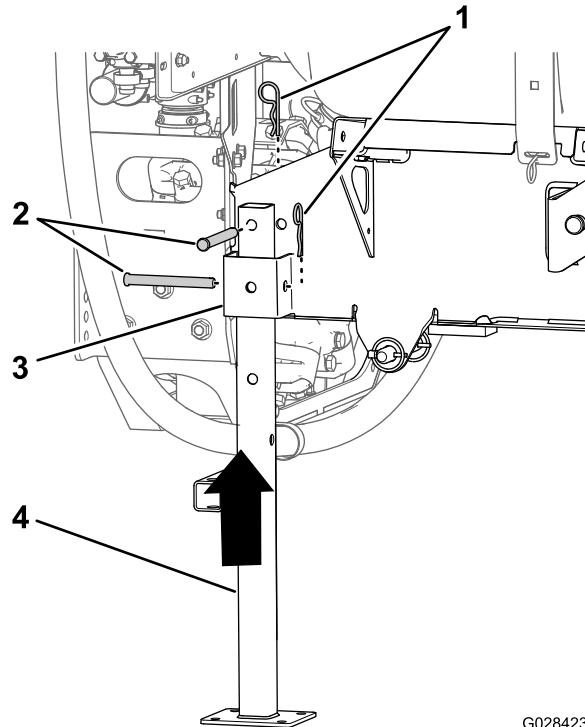

Figura 134
5. Allineate il cavalletto posteriore con la sede per il cavalletto posteriore (Figura 134).
6. Allineate il foro nella parte superiore del cavalletto con il foro sul telaio di supporto del serbatoio (Figura 134).
7. Fissate il cavalletto al ricevitore e al telaio con 2 perni con testa ($\frac{1}{2}$ " x $4\frac{1}{2}$) e 2 coppie (5/32" x $2\frac{5}{8}$) come mostrato nella Figura 134.